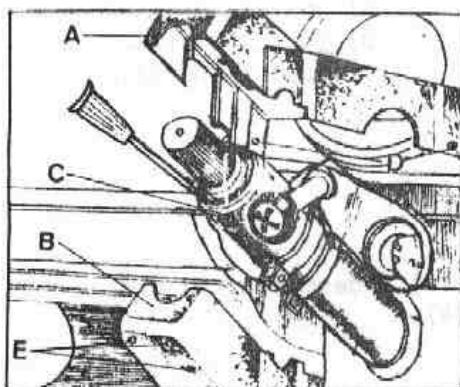

Fig. G-22 Desmontaje de las cubiertas del mando de luces
- 1.2. Separar las cubiertas, A y B (Fig. G-22), de la columna de dirección, C, desmontando previamente los tornillos, B y E.
- 2.8. Montar el mando de luces, soporte de la llave de contacto y cubierta, sobre la columna de dirección (Fig. G-22 y G-23).